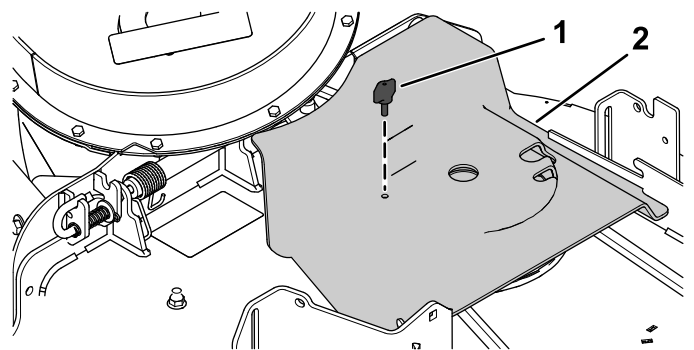

Bild 31
5. Setzen Sie die Gebläseriemenabdeckung auf den Gebläseriemen und befestigen sie mit dem Riemenhandrad (**Bild 31**).